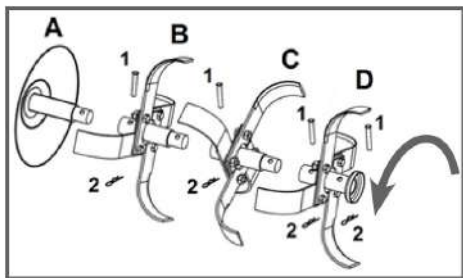

Рис. 3 Установка правых фрез
- Установите собранные фрезы на выходной вал редуктора, закрепите их пальцами 1 и шплинтами 2 (Рис. 3). После установки крайней внешней фрезы (например, В) установите диск защиты растений А и закрепите его пальцем 1 и шплинтом 2 (Рис. 3). Для примера на Рис. 3 показана установка правых фрез.